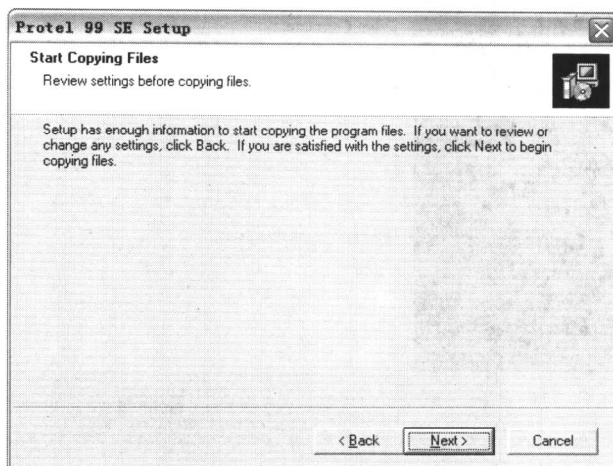

图 1-10 “Start Copying Files”对话框
(11) 选择软件安装的文件夹，一般情况下选用系统默认的“Protel 99SE”文件夹。单击“Next”按钮，Windows 显示“Start Copying Files (确认设置)”对话框，如图 1-10 所示。